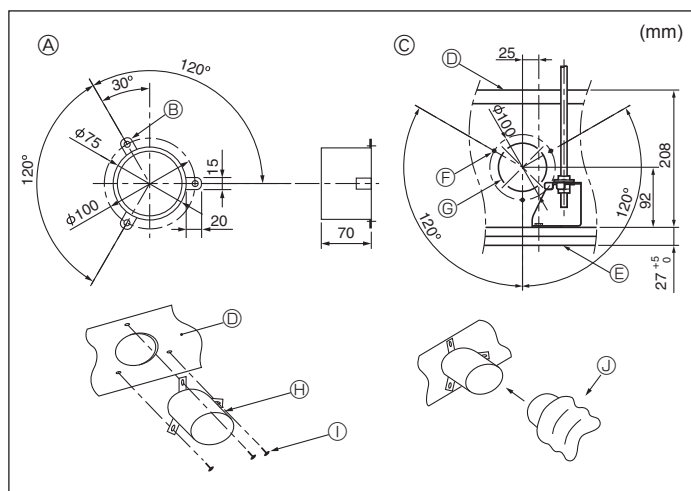

Fig. 4-3
4.3. Installation av kanal (om friskluftsintag finns) (Fig. 4-3)